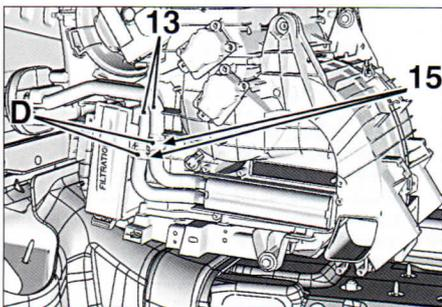

FIG. 17
Montar los tubos con racor (13) del radiador de calefacción (piezas de recambio) (fig. 17)